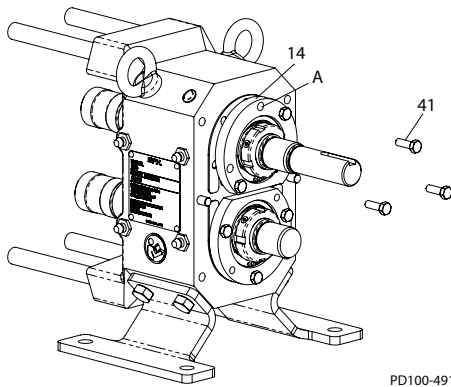

Figure 40 - Retirez les vis
4. Retirez les vis du coffrage du roulement (Figure 40, objet 41).
5. Installez 2 vis dans les trous taraudés (Figure 40, objet A) du coffrage du roulement (objet 14). Serrez les vis pour tirer le coffrage du roulement à partir de la boîte d'engrenages. (Figure 41).